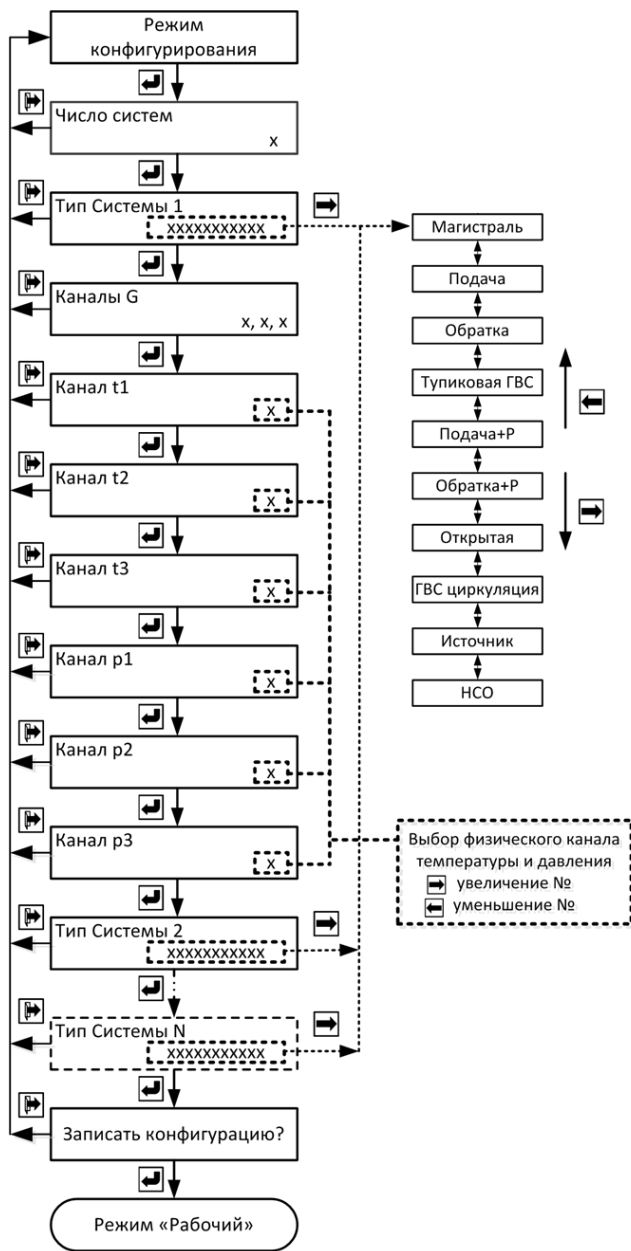

Рисунок 7.4 Режим конфигурирования
7.4.2 Порядок перехода между окнами в «Режиме конфигурирования» изображён на рис. 7.4. Выбор количества систем и типа каждой системы осуществляется при помощи кнопок «вправо» или «влево», переход к следующей системе – кнопкой «вход». Выход из «Режима конфигурирования» без записи конфигурации – кнопкой «выход».